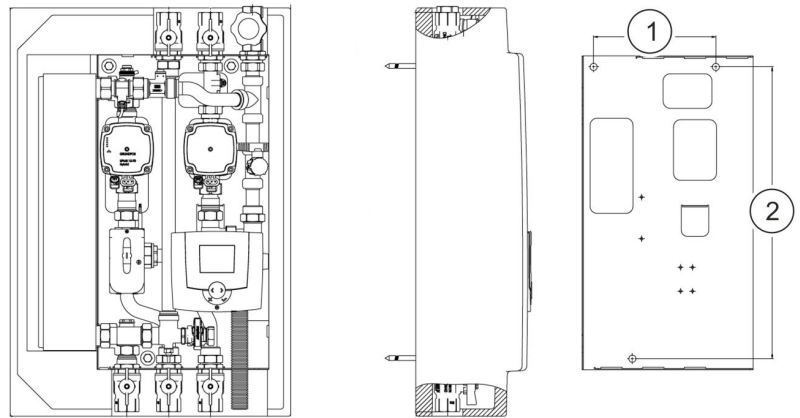

Abb. 20: Lochbild
4. ➔ Bohrlöcher (Abb. 20/1 + 2) an der Wand anzeichnen.